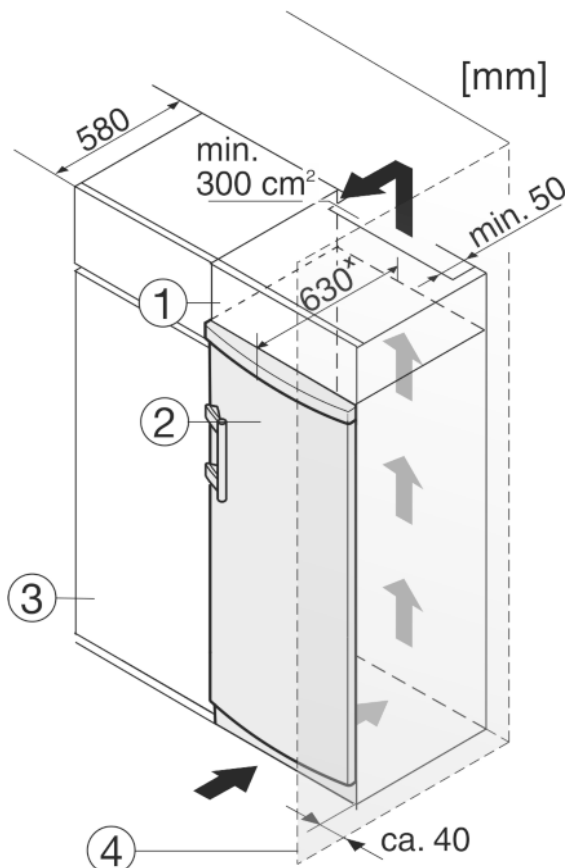

Fig. 9
Устройство может быть окружено предметами кухонной обстановки. Чтобы уравнять устройство Fig. 9 (2) по высоте с кухонной стенкой, можно установить над устройством соответствующий дополнительный шкафчик Fig. 9 (1).
При комбинировании с кухонными шкафами (глубина макс. 580 мм) устройство можно установить непосредственно рядом с кухонным шкафом Fig. 9 (3). Устройство выступает сбоку на 34 мм\* и по центру на 50 мм\* относительно передней стенки кухонного шкафа.
Если устройство установлено на шарнирах у стены Fig. 9 (4), то расстояние между устройством и стеной должно быть не менее 40 мм. Настолько выступает ручка при открытой дверце.